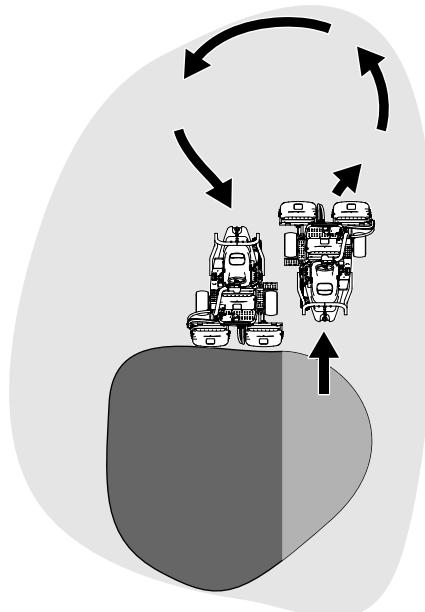

Figura 30
- Para reduzir o tempo de funcionamento e facilitar o alinhamento para o próximo passo, oriente a máquina momentaneamente para a direção contrária, virando depois a máquina na direção da zona por cortar. Este movimento é uma volta em forma de gota (Figura 30) que alinha rapidamente a máquina para a próxima passagem.